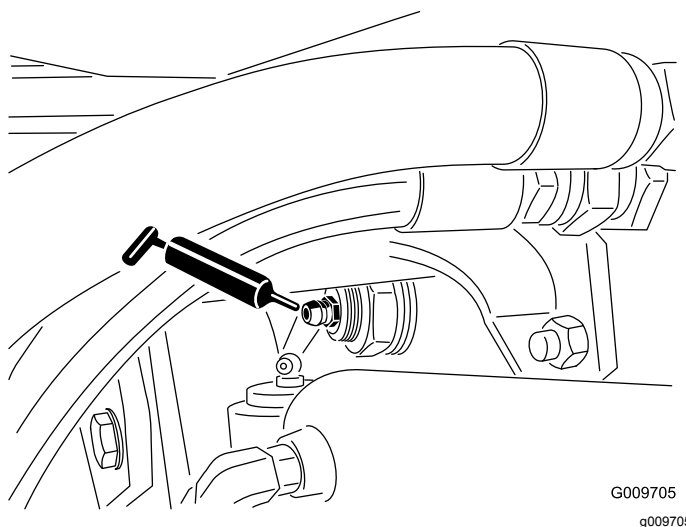

Figura 47
- Articulação do casquilho do eixo traseiro (2) (Figura 47)